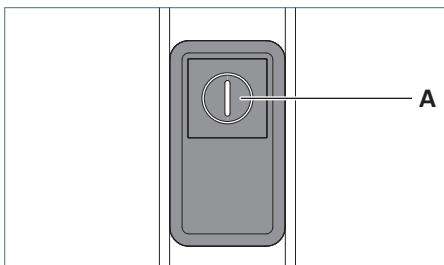

Fig. 27: Elemento di comando.
- ▶ Premere il tasto **A** sette volte in rapida successione, vedere Fig. 27.
- ▶ Premere il tasto **A**, vedere Fig. 27.
- ▶ Premere il tasto **A** e mantenerlo premuto, vedere Fig. 27.